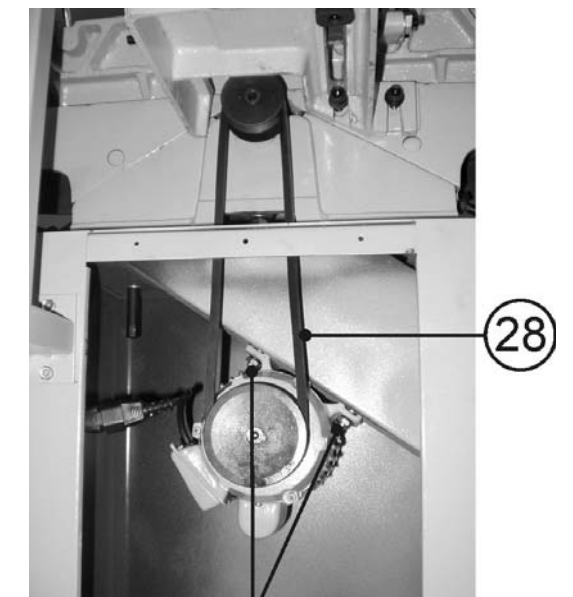

Рис.27
18.5. Замена клинового ремня (Рис.27)